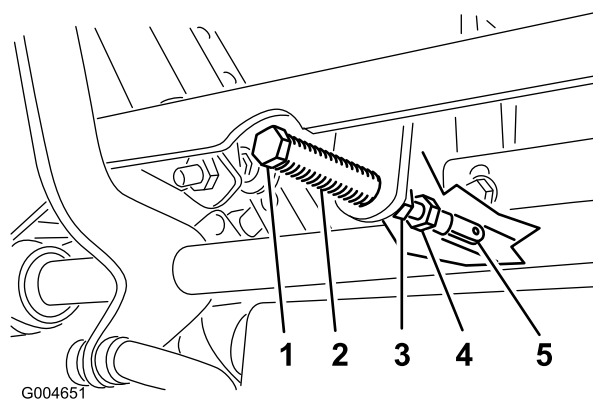

Figure 40
5. Tirez-le ensuite en arrière jusqu'à ce que l'axe de chape (situé sur un bras au-dessus de l'axe de pivot) touche l'extrémité de l'encoche (c.-à-d. commence juste à appuyer sur le ressort), comme montré à la Figure 40.
7. Si un réglage s'impose, desserrez l'écrou et l'écrou de blocage vissés contre la chape (Figure 40).
8. Appliquez une légère pression à l'arrière du levier, et tournez la tête du boulon de réglage dans le sens voulu pour centrer le levier à la position de VERROUILLAGE AU POINT MORT (Figure 40).
9. Serrez l'écrou et l'écrou de blocage (Figure 40).
10. Serrez les écrous de blocage contre les rotules (Figure 40).